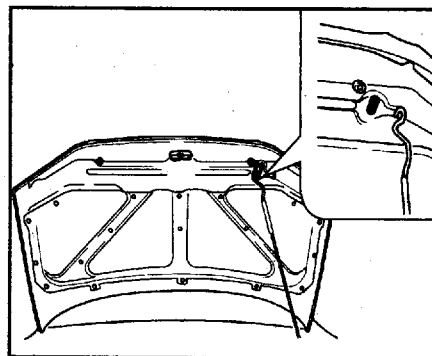

Рис. 48. Установка стержневого упора поддержки капота
3. Поднимите капот и подоприте его стержневым упором (рис. 48). Конеч упора вкладывается в щель.